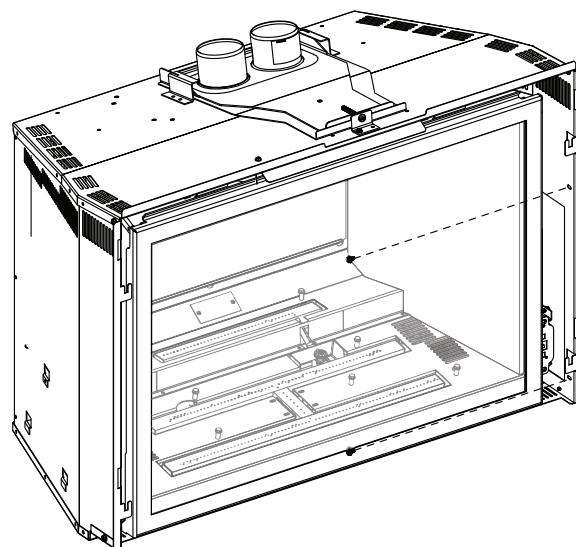

Fig. 3-5
- Retirez les 2 vis du bord intérieur (**Fig. 3-5**) et ouvrez la porte de commande.